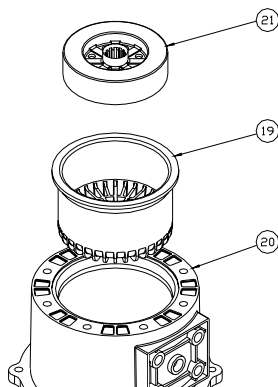

FIGURA 38
2. Insira o tubo de contenção (item 19) e o acionador magnético interno (item 21) no cilindro conforme é mostrado. O acionador magnético é simétrico e a orientação não importa. Referente figura 38.